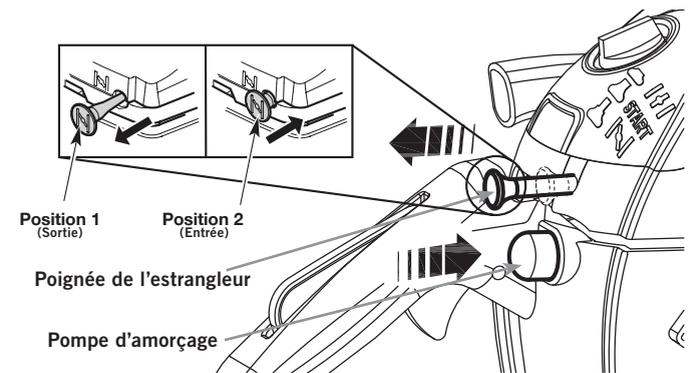

Fig. 4
6. Appuyez et relâchez lentement la pompe d'amorçage à 4 reprises (Fig. 4). Si l'essence n'est pas visible dans la pompe, pressez et relâchez la pompe jusqu'à ce que l'essence soit visible.
7. Mettez le bouton de l'étrangleur à la 1 (Fig. 4).
11. Si l'appareil ne démarre pas, NE TOUCHEZ PAS à la manette des gaz. Poussez la poignée de l'étrangleur à la position 2 (Fig. 4).